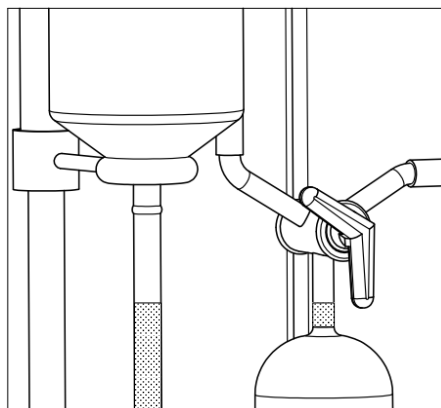

Рисунок 11 – Воронка поднята
- 3) поднять воронку таким образом, чтобы заполнить газометр. При необходимости долить рассол в воронку (рисунок 11):